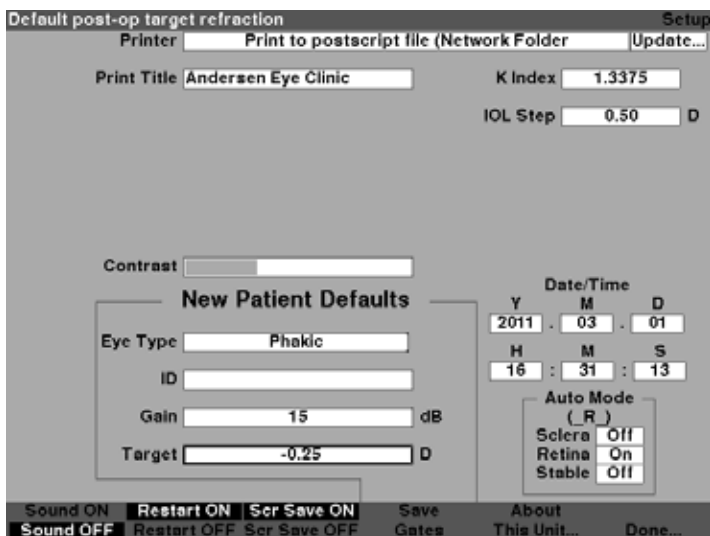

Figura 5-55 Alvo ajustado
- Pressione o botão giratório ou o botão \checkmark para salvar a ID padrão inserida e desativar o campo conforme mostrado na Figura 5-55.